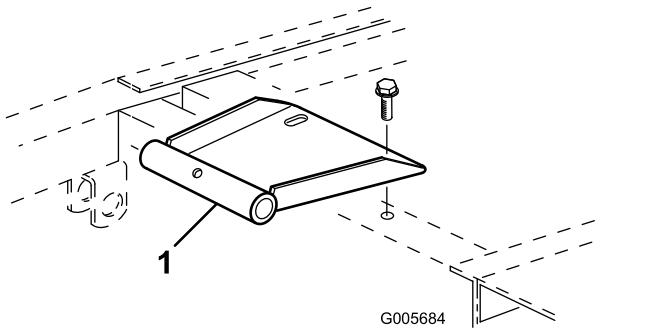

Bild 8
- Montieren Sie die Schwenkhalterung mit zwei Bundschrauben am Sitz (liegen dem Sitz bei) (Bild 8)